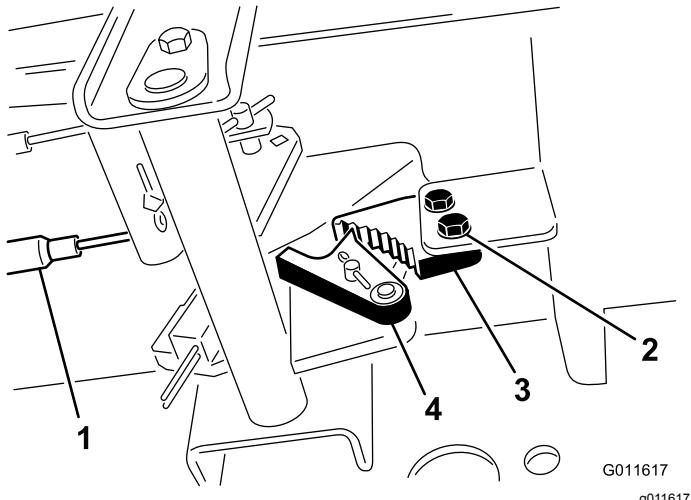

Figura 88
- Afloje los 2 tornillos que fijan el trinquete del freno de estacionamiento al bastidor (Figura 88).
- Pise el pedal del freno de estacionamiento hacia adelante hasta que la uña se enganche a fondo en el trinquete del freno (Figura 88).